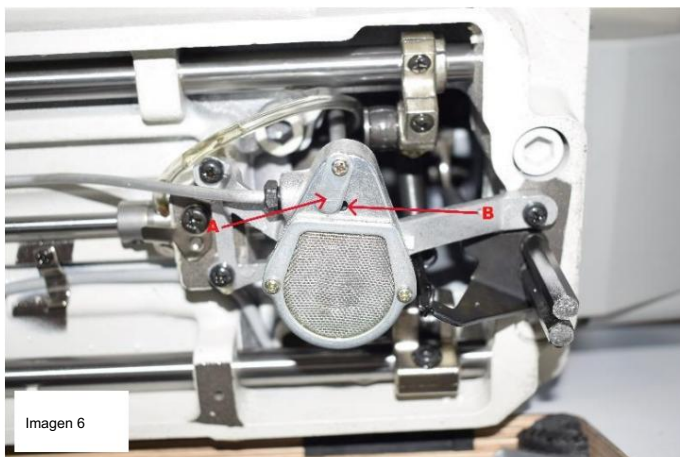

Imagen 6
Si la cantidad de aceite es excesiva, se puede regular con un diafragma (A) contra el orificio (B) de la bomba de aceite, como se muestra en la imagen 6. La lubricación disminuye si el diafragma deja al descubierto el orificio (B).